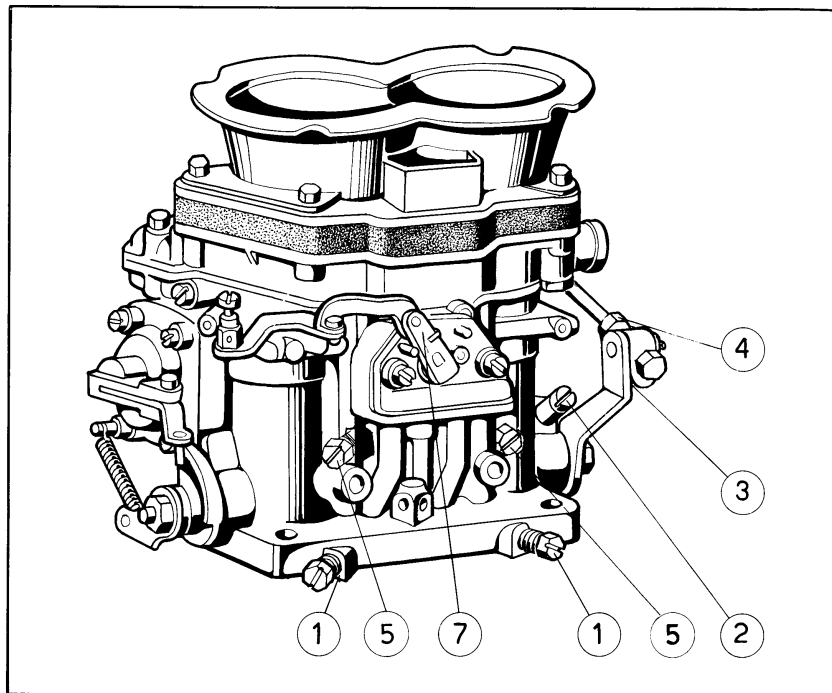

Fig. 80
- a) Se i valori di depressione nei due condotti di un carburatore sono uguali, bloccare i controdadi della vite (5, Fig. 80); in caso contrario svitare la vite di regolazione dell'aria di compensazione (5) corrispondente al cilindro il cui valore di depressione risulta più basso, fino a raggiungere lo stesso valore del cilindro corrispondente all'altro condotto del medesimo carburatore. Bloccare poi i controdadi.
- b) Equilibrare la depressione fra i quattro carburatori agendo sulla vite (2, Fig. 80).
- c) Agire sulle viti registro miscela minimo (1, Fig. 80) fino ad ottenere, cilindro per cilindro, la dosatura ottimale del titolo di miscela. Nell'eventualità che, effettuate le operazioni (b, c), venisse alterata l'equilibratura fra i carburatori, è necessario ripetere le operazioni (a, b).
- a) If the induction vacuum values in both ducts of the same carburettor agree, tighten the locknuts of screw 5 (Fig. 80). If they do not agree, unscrew the compression air adjusting screw (5) of the cylinder where vacuum reading is lower, until the same vacuum reading of the cylinder connected to the other choke of the same carburettor is obtained. Finally tighten the locknuts.
- b) Equalize the vacuum of the four carburetors by turning screw (2) (Fig. 80).
- c) Turn the pilot mixture adjusting screws (1) (Fig. 80) until the correct mixture richness is obtained for each cylinder. Should operations b) and c) upset the balance of the vacuum reading, it is necessary to carry out steps a) and b) again.
- a) Si les valeurs de depression dans les deux conduits d'un carburateur sont égales, bloquer les contre-écrous de la vis (5, Fig. 80). Dans le cas contraire, dévisser la vis de réglage de l'air de compensation (5) correspondant au cylindre dont la valeur de depression est la plus basse jusqu'à atteindre la même valeur que le cylindre correspondant à l'autre conduit du même carburateur. Puis, bloquer les contre-écrous.
- b) Equilibrer la depression entre les quatre carburateurs en agissant sur la vis (2, Fig. 80).
- c) Agir sur les vis de réglage du mélange du ralenti (1, Fig. 80) jusqu'à obtenir, cylindre par cylindre, le dosage optimal du titre de mélange. Au cas où, une fois les opérations (b, c) effectuées, il se produisait une altération dans l'équilibrage entre carburateurs, il s'impose de reprendre les opérations (a, b).
a) Se le depressioni nei due condotti di un carburatore sono uguali, bloccare i controdadi della vite (5, Fig. 80); in caso contrario svitare la vite (5) di regolazione dell'aria di compensazione corrispondente al cilindro il cui valore di depressione risulta il più alto, fino a raggiungere lo stesso valore del cilindro corrispondente all'altro condotto dal medesimo carburatore. Bloccare poi i controdadi.
- b) Operando con una sola serie di vuotometri, equilibrare la depressione fra i quattro carburatori agendo sulla vite (2, Fig. 80) (i quattro vuotometri devono indicare lo stesso valore) in modo che il regime del motore sia di circa 800 g/m.
- c) Agire sulle viti registro miscela minimo (1, Fig. 80) fino ad ottenere, cilindro per cilindro, l'ottima dosatura del titolo della miscela. Nell'eventualità che, effettuate le operazioni (b, c), venisse alterato l'equilibrio dei vuotometri, è necessario ripetere le operazioni (a, b).
a) If the vacuum readings in both ports of the same carburettor are the same, tighten the locknuts of the screw (5) (Fig. 80).
- b) Use a single set of vacuum gauges and balance the four carburettors by turning screw (2, Fig. 80) (the four gauges should give the same readings), in order to obtain an engine speed of about 800 rpm.
- c) Turn the pilot mixture adjusting screws (1, Fig. 80) until the correct mixture richness is obtained for each cylinder. Should operations b) and c) upset the balance of the vacuum reading, it is necessary to carry out steps a) and b) again.
a) Si les dépressions dans les deux conduits d'un carburateur sont égales, bloquer les contre-écrous de la vis (5, Fig. 80). Dans le cas contraire, dévisser la vis de réglage de l'air de compensation (5) correspondant au cylindre dont la valeur de pression est la plus basse jusqu'à atteindre la même valeur que le cylindre correspondant à l'autre conduit du même carburateur. Bloquer les contre-écrous.
- b) Opérant avec une seule série de vucomètres, équilibrer la dépression entre les quatre carburateurs agissant sur la vis (2, Fig. 80) (les quatre vucomètres doivent indiquer la même valeur) de telle manière que le régime du moteur soit de 800 tr/mn environ.
- c) Agir sur la vis de réglage du mélange du ralenti (1, Fig. 80) jusqu'à obtenir, cylindre par cylindre, le dosage optimal du titre du mélange. Au cas où, les opérations (b, c) effectuées, l'équilibre des vucomètres s'en trouvait altéré, il est nécessaire de reprendre les opérations (a, b).